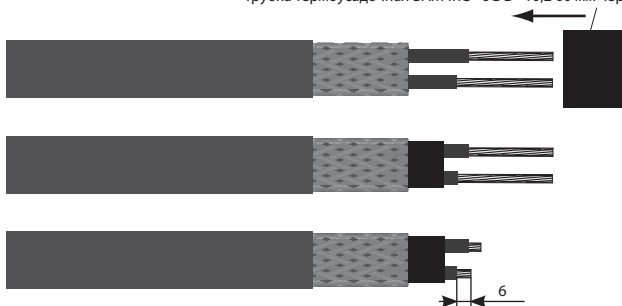
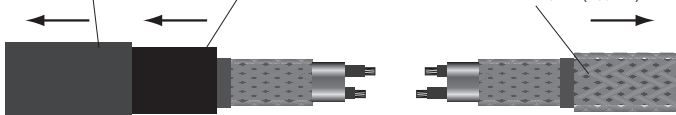

Рис. 4
Рис. 5
5.6. Обрезать токопроводящие жилы на длине 6 мм от трубки термоусаживаемой (рис. 4). На один из кабелей надеть трубки термоусаживаемые (поз. 6 и 7 состава комплекта) (рис. 5). На другую – плетенку медную (поз. 10 состава комплекта).